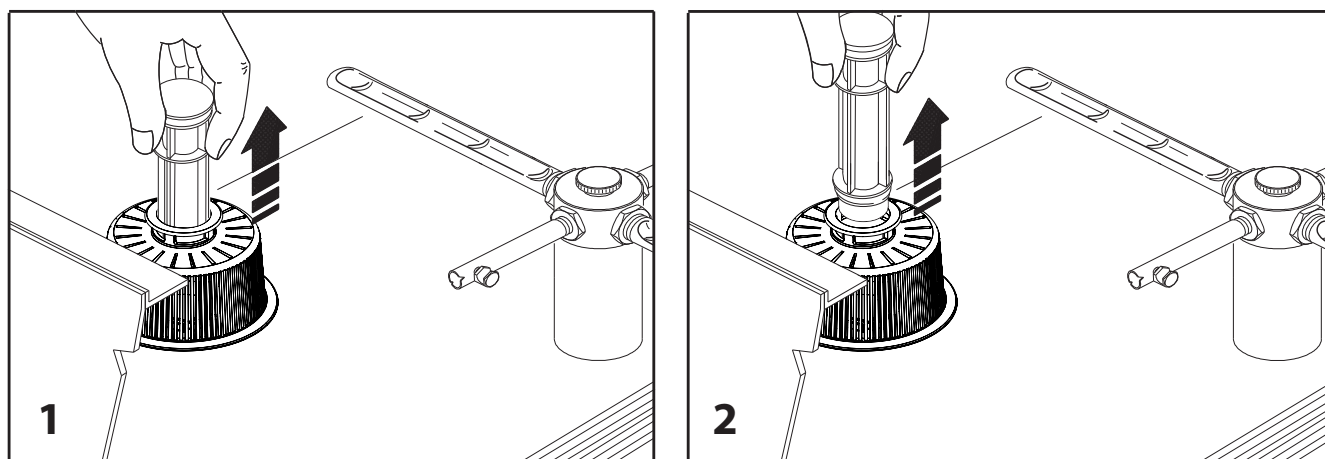

Fig. 16
2. enlever le tuyau de trop-plein (fig. 16)
3. si le lave-vaisselle est doté d'une pompe de vidange, avant de l'éteindre, enlever le tuyau de trop-plein (fig. 16) et démarrer la pompe avec la TOUCHE POMPE DE VIDANGE (voir paragr. 4.6).